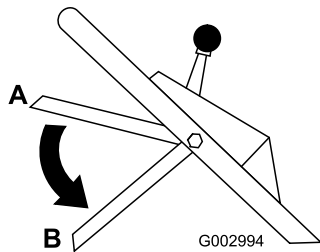

Figura 17
10. Sulte la barra de control de la cuchilla; consulte la posición B en Figura 17. Debe oír un ruido fuerte. La cuchilla debe detenerse en tres segundos.
2. Mueva la barra de control de la cuchilla a su posición más baja (Posición B en Figura 17).